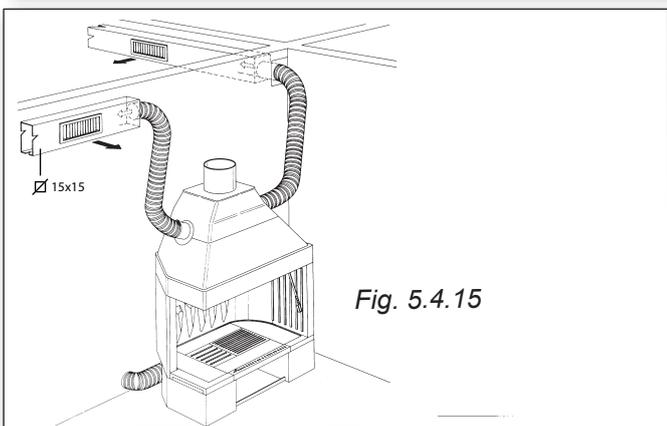

Fig. 5.4.15
5.4.12 Canalizzazione dell'aria (fig. 5.4.15-16-17)